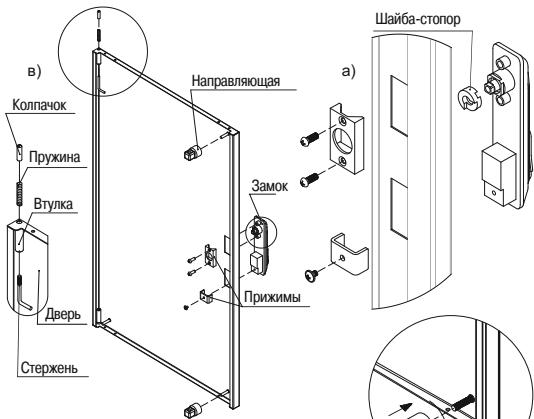

Рисунок 9 – Сборка дверей
4.4.1 Извлеките из второго места перфорированную дверь в зависимости от комплектации. Вставьте замок в посадочные квадратные отверстия, закрепите замок прижимами (рисунок 9а), направляющие наверните на шпильки (рисунок 9б).
Для сборки петли сначала вставьте пружину во втулку, пропустите во втулку стержень и заверните колпачок (рисунок 9в).